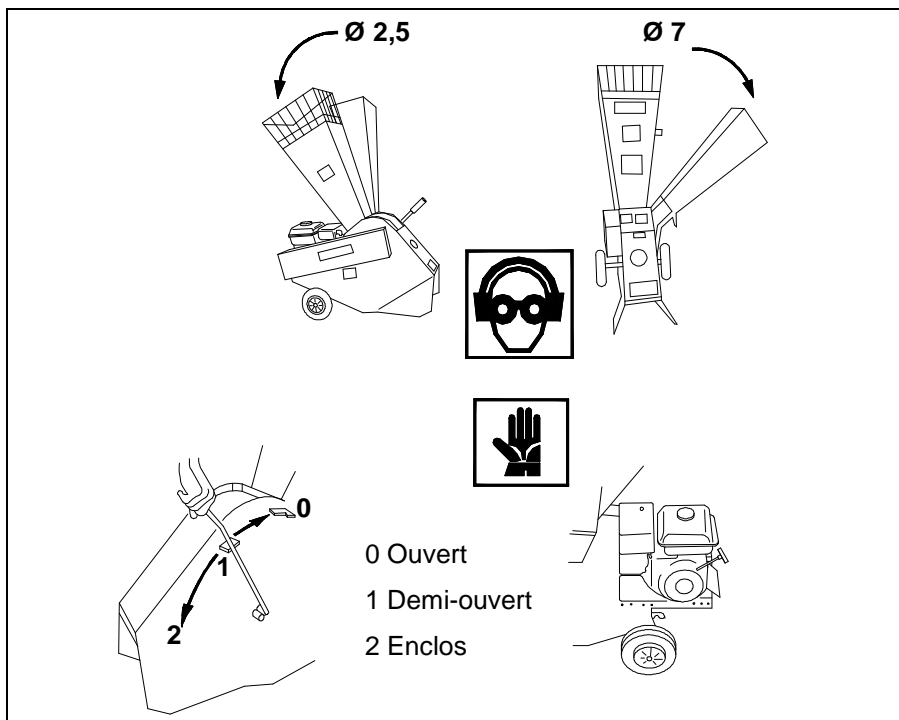

Fig. 11
Placer dans la Trémie de chargement supérieure émondes et feuillages en tenant compte de la puissance disponible de votre appareil (fig. 11).
- Pour le broyage de matière verte ou mouillée, on peut travailler avec le levier du crible partiellement ouvert (fig. 11).